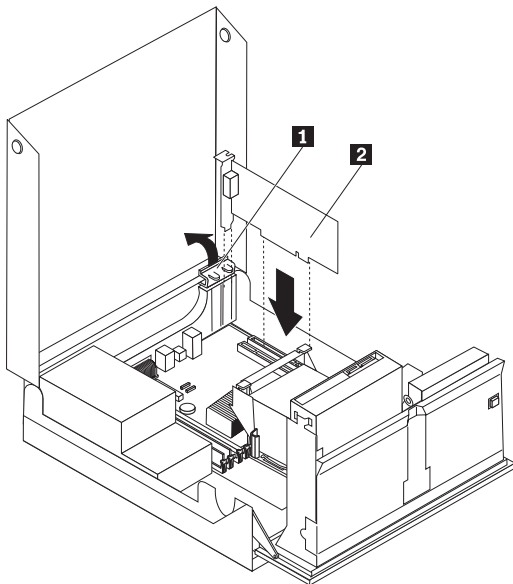

图 7. 安装适配卡
2. 使计算机机架后部保持方向向下，并将适配器固定器 **1** 旋转至打开位置。卸下当前已安装的所有适配器 **2**。请参阅图 7。